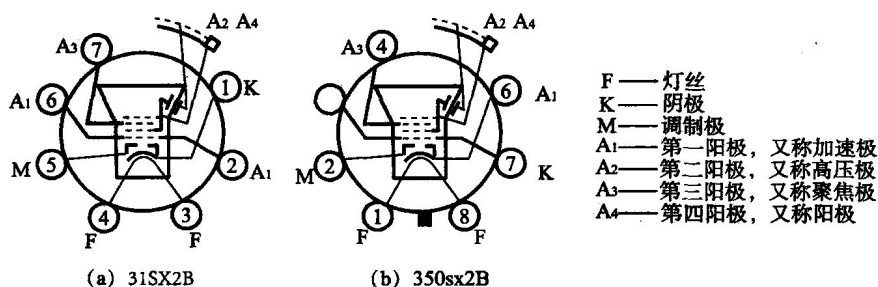

图 1.2 黑白显像管常见管脚连线图
黑白显像管管脚数分为七管脚和八管脚两种, 它们的主要区别是: 七管脚的灯丝一般是③, ④两脚, 八管脚的灯丝一般是①, ⑧两脚。常见管脚连线名称如图 1.2 所示。